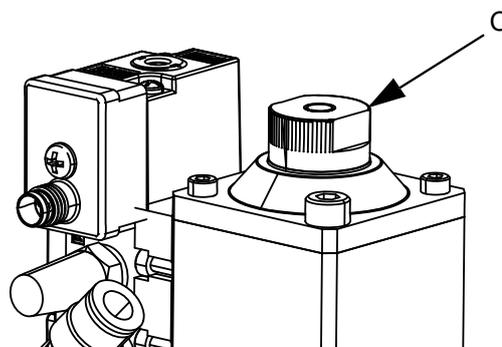
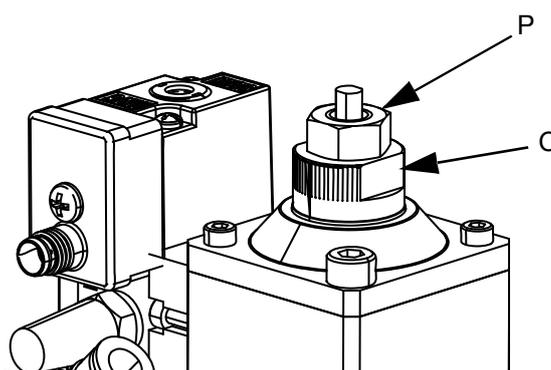

FIG. 8
FIG. 9
L'écrou de réglage (C) situé sur le dessus de la vanne peut régler la distance d'ouverture de la vanne de distribution. Cela limite le débit de produit à travers la buse et le siège. Voir FIG. 8.
1. Tournez l'écrou de réglage (C) dans le sens horaire jusqu'à ce que la vanne soit fermée. Voir FIG. 8. Pour les vannes à système anti-goutte, tournez l'écrou de réglage (C) dans le sens antihoraire pour réduire la distance d'ouverture de la vanne. Voir FIG. 9.
2. Ouvrez lentement l'écrou de réglage (C) puis enclenchez la pression d'air jusqu'à ce que le débit voulu soit atteint.
3. Si votre vanne est munie d'une buse à système anti-goutte, serrez le contre-écrou (P) pour maintenir l'écrou de réglage (C) en place. Voir FIG. 9.